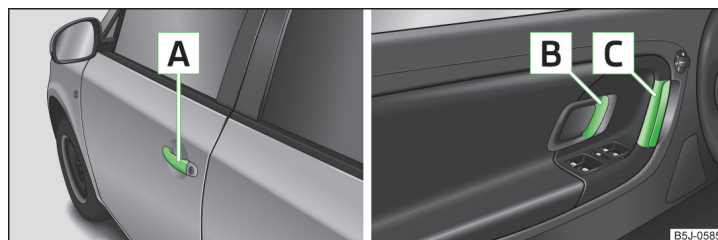

Fig. 28 Mânerul portierei/maneta de deschidere a portierei
- ▶ Deblocați autovehiculul și trageți de mânerul A » fig. 28 portierei respective.